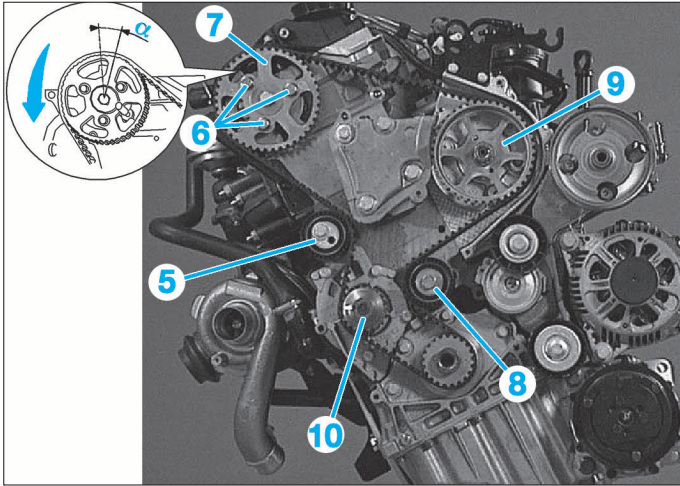

FIG. 28
- Desserrer les 3 vis (6) (Fig.28).
- Contrôler la libre rotation de la poulie (7) sur son moyeu.
- Serrer les vis (6) à la main.
- Desserrer les vis (6) de 1/6 de tour.
- Tourner la poulie (7) dans le sens horaire jusqu'en butée à fond de boutonnières.